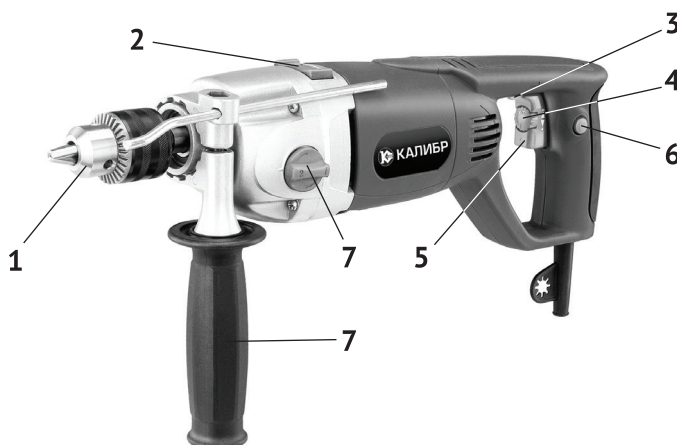

рис. 1
1.6 Общий вид дрели представлен на рис.1
1.7 Дрель состоит из коллекторного двигателя в пластиковом корпусе и редуктора, расположенного в металлическом корпусе. Крутящий момент с якоря электродвигателя через систему шестерён, передаётся на шпиндель, соосный с двигателем. На корпусе редуктора расположен переключатель скорости (рис.1 поз.7) вращения шпинделя. На резьбу (1/2") шпинделя крепится сверлильный патрон (рис.1 поз.1).
1.8 Клавиша выключателя (рис.1 поз.5) расположена в передней части рукоятки, крепящейся к корпусу двигателя. В клавишу вмонтирован диск регулятора оборотов (рис.1 поз.4). С его помощью можно изменять скорость вращения шпинделя в пределах, в зависимости от выбранного диапазона: от 0 до 1000 об/мин или от 0 до 2000 об/мин. Это позволяет выбрать оптимальный режим работы, в зависимости от просверливаемого материала и установленного сверла.
Над клавишей выключателя находится рычажковый переключатель реверса (рис.1 поз.3). В нейтральном положении он выполняет функцию блокиратора клавиши от случайного включения. Стрелками указывается направление вращения патрона.
Сверху на промежуточном корпусе дрели расположен переключатель режимов (рис.1 поз.3). Он фиксируется в одном из двух положений, отмеченных символами на корпусе: «сверло» - сверление, «молоток» - сверление с ударом.
- удерживая клавишу, нажатием кнопки (рис.1 поз.б), фиксируем клавишу в рабочем положении;